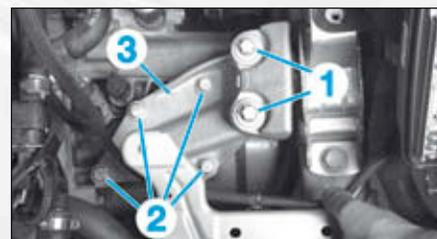

FIG.21
- Déposer les vis (1) et (2) (Fig.21).
- Ecarter le support (3).